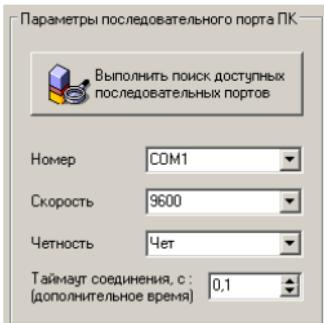

Рисунок 9 – Окно «Параметры последовательного порта ПК»
7.4.4 В разделе «**Параметры последовательного порта ПК**» (рисунок 9) нужно выбрать параметры связи.